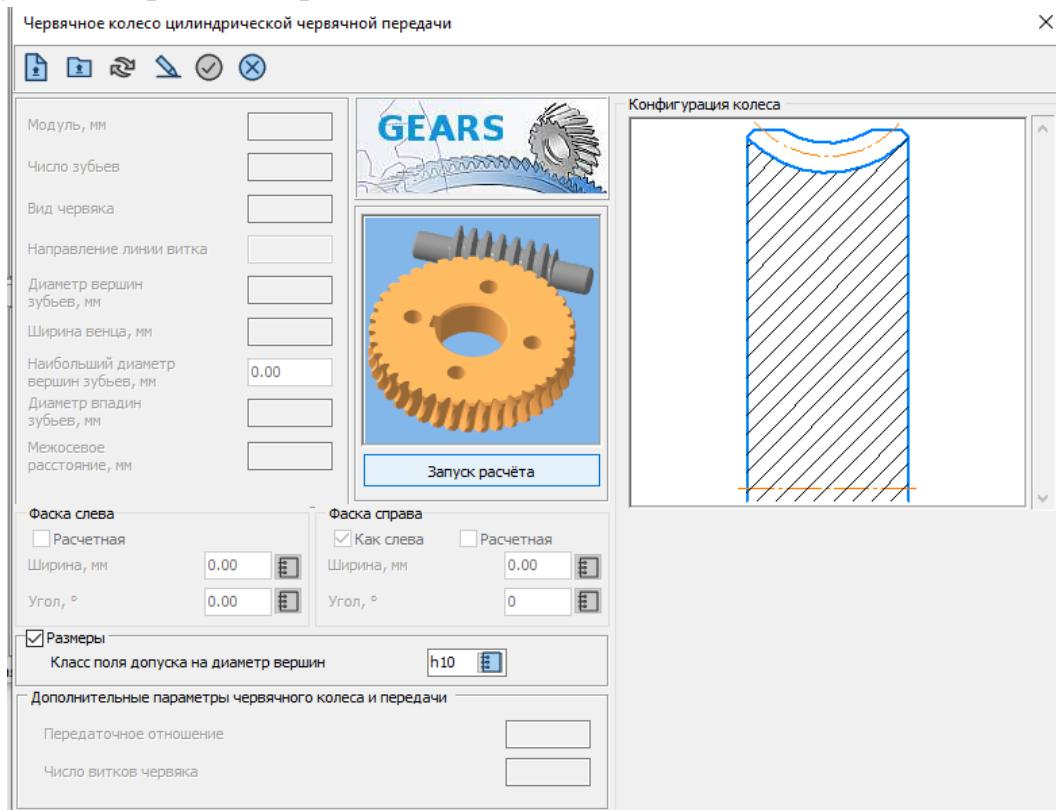

Рисунок 32 - Окно «Червячное колесо цилиндрической червячной передачи»
- Для построения следующего элемента червячного колеса нажмите на инструментальной панели внешнего контура кнопку Элементы механических передач – Червяки, червячные колеса и червячные рейки – Цилиндрическое червячное колесо. В открывшемся окне «Червячное колесо цилиндрической червячной передачи» нажмите кнопку Запуск расчета (рисунок 32). Откроется окно модуля расчетов механических передач КОМПАС GEARS. Нажмите кнопку Геометрический расчет.